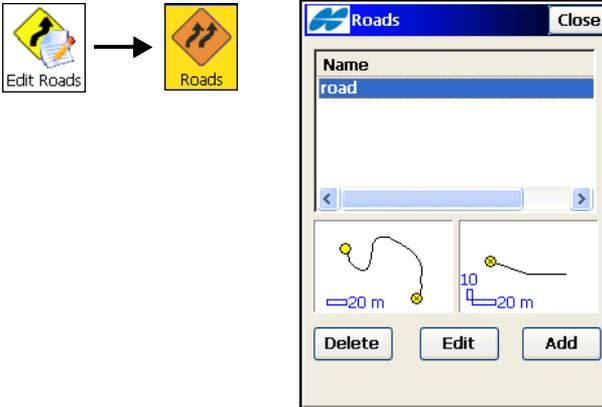
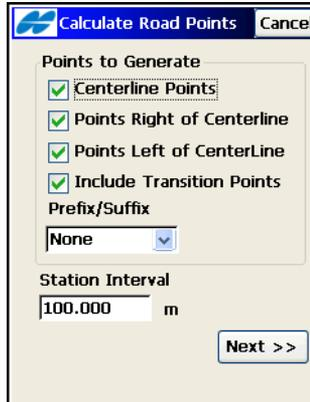

Abbildung 7-1. Straßen
Abbildung 7-3. Straßenpunkte rechnen
Zum Bearbeiten einer Trasse (Straße), wählen Sie **Edit Straßen** ▶ **Straßen**. Das Fenster *Straßen* erscheint (Abbildung 7-1).
3. Mit **OK** speichern Sie die Trasse und kehren zum Dialog **Straßen** zurück (Abbildung 7-1 auf Seite 7-2).
Sobald die Straße geplant ist, können Sie über das Hilfemenü oben links im Fenster **Straßen** die Trassenpunkte mit dem Befehl **Straßenpunkte rechnen** berechnen (Abbildung 7-1 auf Seite 7-2). Das Fenster **Straßenpunkte rechnen** erscheint (Abbildung 7-3 auf Seite 7-4).
- Wählen Sie die benötigten Straßenpunkte im Fenster ***Straßenpunkte rechnen*** aus (Abbildung 7-3 auf Seite 7-4). Sie können bei Bedarf das Stationsintervall ändern. Mit **Weiter** legen Sie die Eigenschaften der erzeugten Punkte in weiteren Dialogen fest. Tippen Sie im letzten der mit **Weiter** geöffneten Dialogen auf **Rechnen**, um die Berechnung durchzuführen.